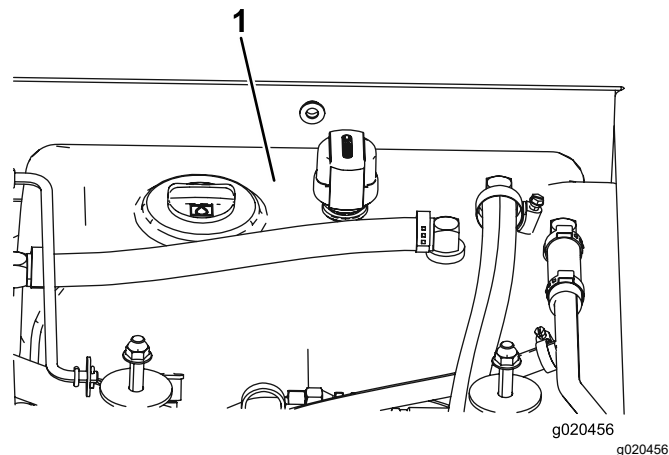

Figure 86
4. Remplissez le réservoir (Figure 86) de liquide hydraulique ; voir Contrôle du niveau de liquide hydraulique (page 81).